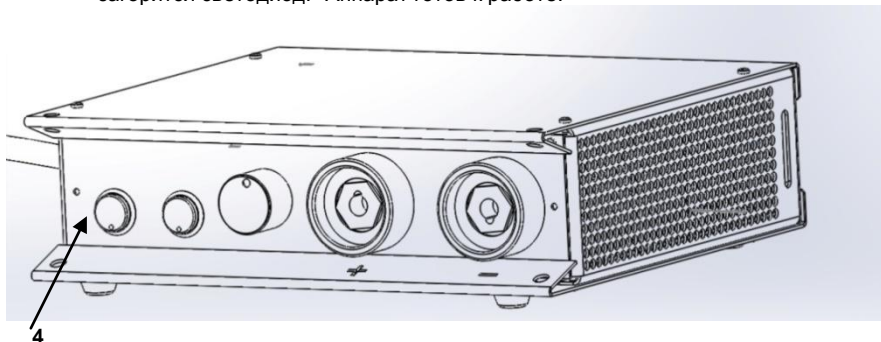

рис. 7
- Переведите выключатель 4 в положение «вкл» (рис. 7), при этом на выключателе загорится светодиод.* Аппарат готов к работе.
- При приостановке сварочных работ обязательно отключите выходной ток, переведя выключатель в положение «0» (рис. 7).